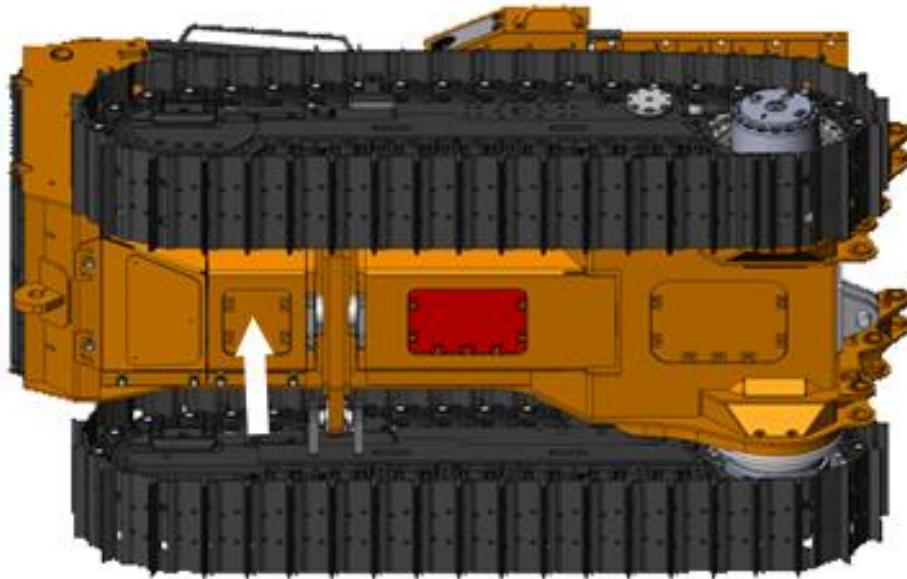

Рисунок 3.21. Съемная крышка передней брони
- ▶ Демонтировать крышку передней брони (рис.3.21 показано стрелкой).
- ▶ Предварительно очищенную крышку передней брони рис. 3.21 установить на место.